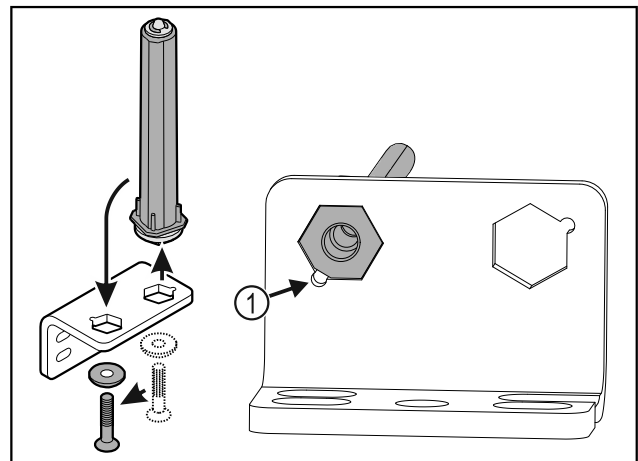

Fig. 39
- ▶ Atkreipkite dėmesį į tai, kad įstatant nuožulni kaiščio pusė Fig. 39 (1) nukreipta į apvalią skylę.